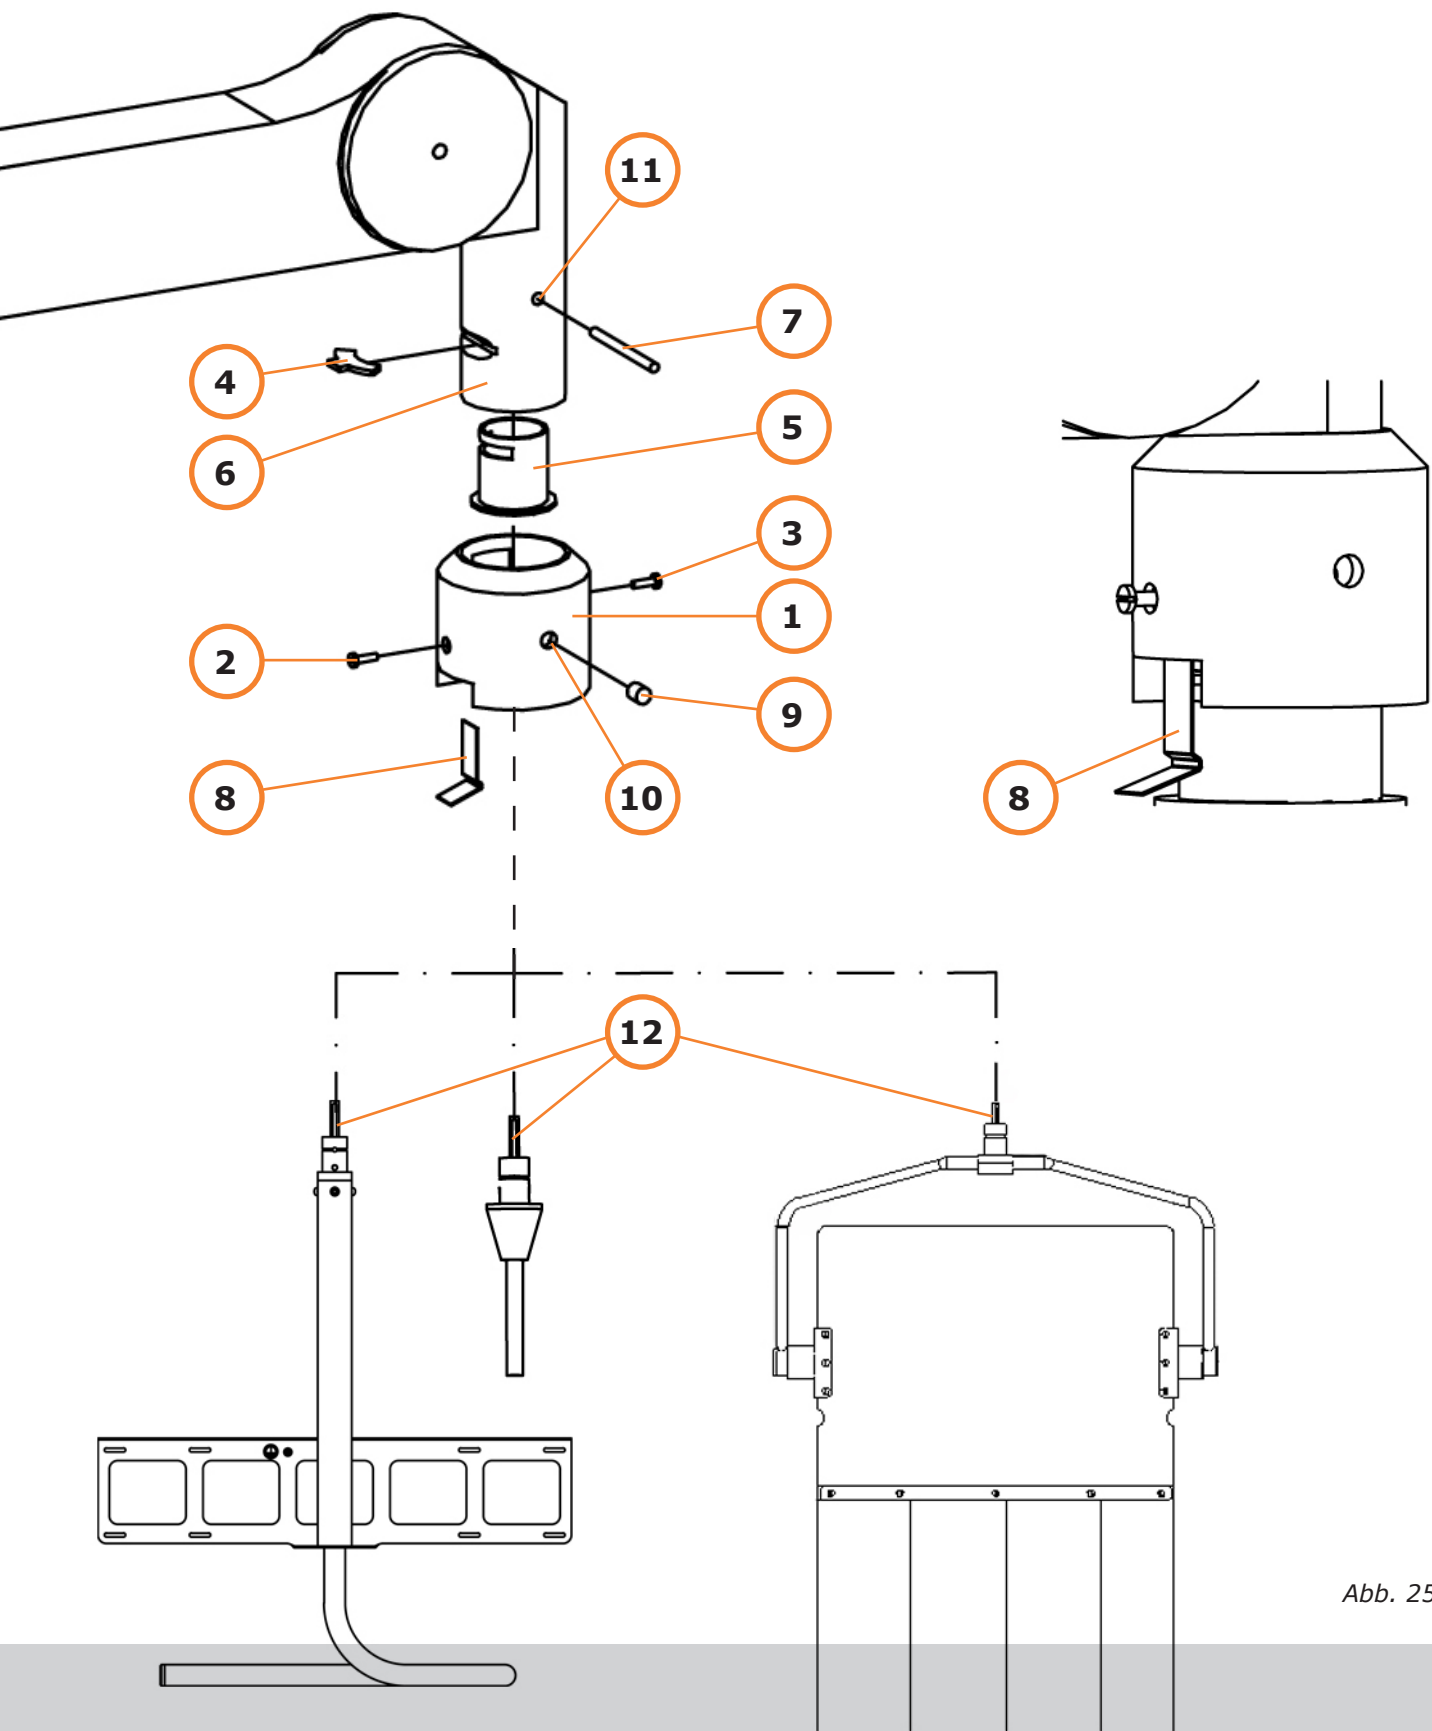

Abb. 25
- 10.1.1 Entfernen Sie die Schrauben (2,3/Abb. 25) von der Sicherungshülse (1/Abb. 25). Bewahren Sie sie an einem sicheren Ort auf.
- 10.1.2 Drücken Sie die Sicherungshülse nach oben (1/Abb. 25), bis sie an der Kunststoffabdeckung anliegt, und halten Sie sie an dieser Position fest.
Halten Sie die Sicherungshülse fest, (1/Abb. 25), um sicherzustellen, dass sie nicht vom Federarm fällt.
- 10.1.3 Entfernen Sie den Hufeisenschuh (4/Abb. 25) aus seiner Halterung (Abb. 25), und entfernen Sie die Schutzkappe (5/Abb. 25) aus der Aufnahme (6/Abb. 25).
HINWEIS: Der Schlitz des Aufnahmestifts (12/Abb. 25) muss mit den Bohrlöchern (10,11/Abb. 25) übereinstimmen, damit der Stift (7/Abb. 25) gerade eingeführt werden kann.
- 10.1.4 Stecken Sie den Aufnahmestift des Endgerätes (12/Abb. 25) in die Aufnahme (6/Abb. 25), bis er an der flachen Oberfläche aufliegt. Setzen Sie den Hufeisenschuh (4/Abb. 25) in die Halterung ein.
- 10.1.5 Positionieren Sie die Sicherungshülse (1/Abb. 25), bis die Bohrlöcher (10/Abb. 25) mit den Löchern (11/Abb. 25) übereinstimmen.
- 10.1.6 Setzen Sie den beiliegenden Stift (7/Abb. 25) gerade in die Bohrung ein. Bei korrekter Installation kann die Sicherungshülse (1/Abb. 25) jetzt frei nach unten gleiten.
Nehmen Sie die Sicherungsfeder (8/Abb. 25) aus dem Versandkarton, und setzen Sie sie mit dem langen Ende zuerst in die Sicherungshülse ein (1/Abb. 25), wie im Detail in Abb. 25 gezeigt.
- 10.1.7 Befestigen Sie die Sicherungsfeder (8/Abb. 25) unter dem Hufeisenschuh (4/Abb. 25).
- 10.1.8 Schieben Sie die Sicherungshülse vorsichtig (1/Abb. 25) über die Sicherungsfeder (8/Abb. 25), bis sie bündig zur flachen Oberfläche ist. Wenn Sie die Sicherungshülse nach unten schieben, ist sicherzustellen, dass die Sicherungsfeder fest verankert ist.
- 10.1.9 Setzen Sie die Schrauben (2,3/Abb. 25) wie in der Abbildung gezeigt in die Bohrlöcher ein und ziehen Sie sie fest.
- 10.1.10 Nehmen Sie die Kunststoffkappen (9/Abb. 25) aus dem Versandkarton, und setzen Sie sie in die Bohrlöcher (10/Abb. 25) auf den Seiten der Sicherungshülse ein (1/Abb. 25).